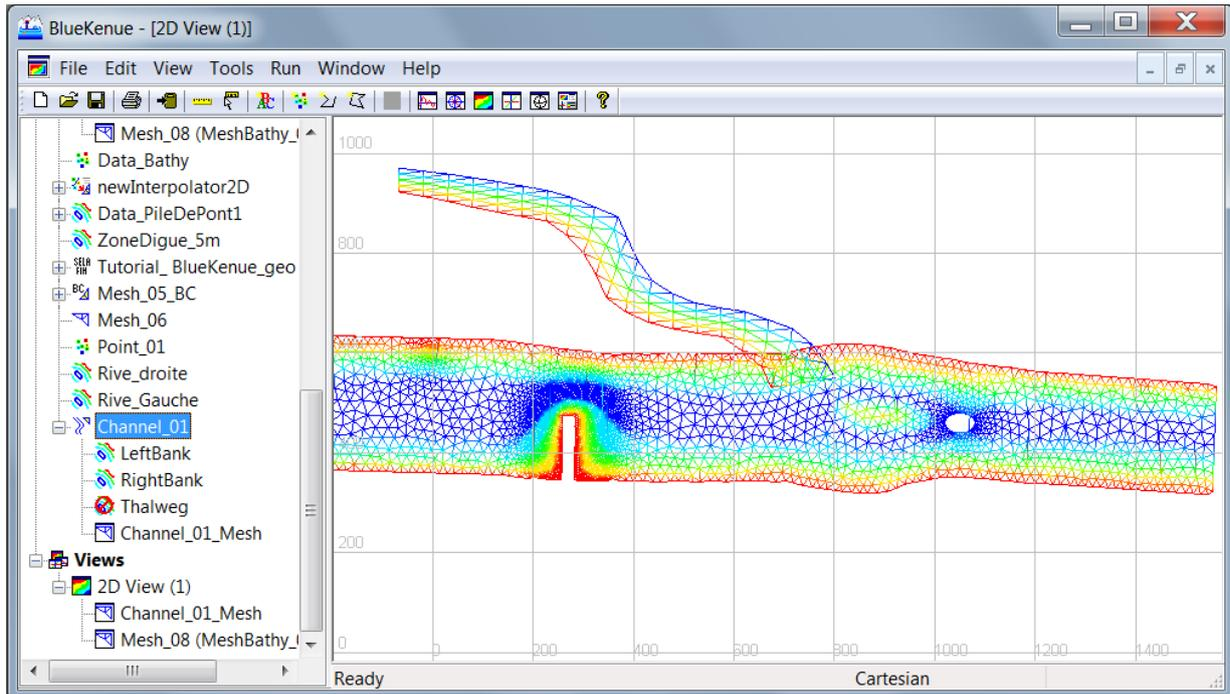

FIGURE 2.7 – Les deux maillages ne sont pas connectés
- Les deux maillages existent, mais ne sont pas connectés. (Fig. 2.7)